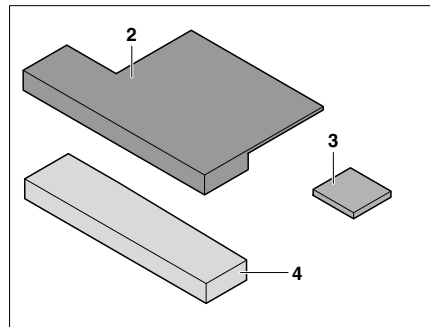

Fig. 188 Cojín adicional
- Si está disponible, fijar la cuña de asiento (Fig. 188,3) al cojín adicional (Fig. 188,2) (con cierre de velcro).